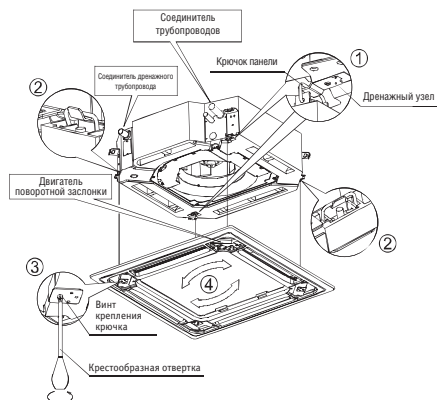

Рис. 12
- Выровняйте положение двигателя поворота заслонки в соответствии с положением соединителей трубопроводов на корпусе. (См. рис. 12)
- Соедините крючки панели, расположенные около двигателя и на противоположной от него стороне, с соответствующими крючками на дренажном узле. (См. рис. 12) Затем соедините оставшиеся два крючка панели с соответствующими крючками на корпусе. (См. рис. 12)
- Для установки панели в горизонтальное положение отрегулируйте положение винтов крепления крючков панели, после чего равномерно прикрутите их к потолку. (См. рис. 12)
- Для совмещения центра панели и центра отверстия отрегулируйте положение панели в направлении, указанном стрелкой. (См. рис. 12). Крючки на четырех углах должны быть надежно зафиксированы.